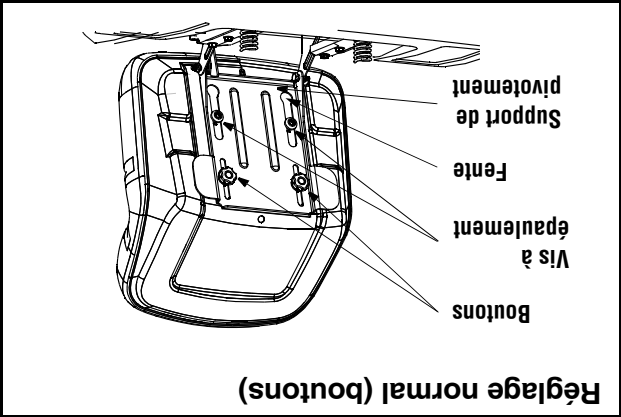

Figure 5
- Choisissez la position du siège et maintenez-le en place avec les deux boutons retirées plus tôt. Voir la Figure 5.
- Placez les vis à épaulement (qui se trouvent sur la base du siège) dans les fentes du support de pivotement du siège. Voir la Figure 5.